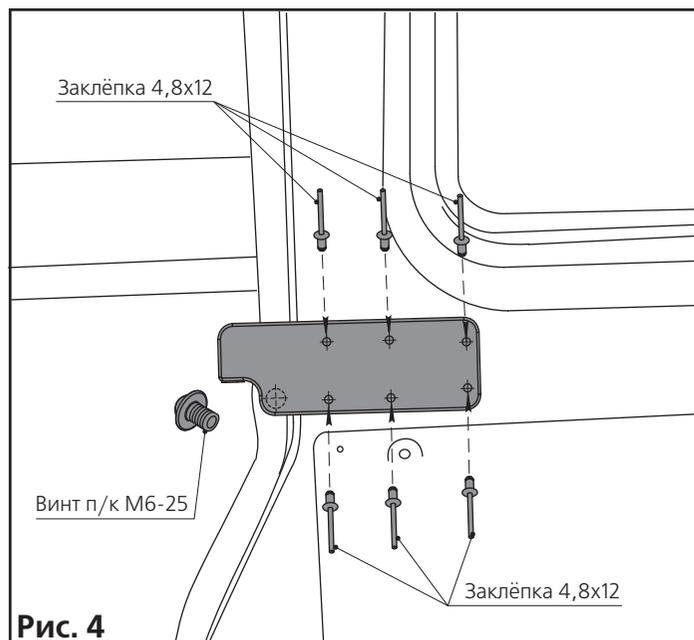

Рис. 4
Разместите контроллер в нише боковины сдвижной двери и закрепите его двумя саморезами 4,6x16 из метизного пакета как показано на рис. 4.
Для крепления клемм проводов массы «-», идущих от жгута проводов основного выполнить отверстие $\varnothing 6,5$ мм на любом месте внутренней стенки кузова, рядом с контроллером, как показано на рис. 4. Вокруг отверстия полностью удалите краску до металла для обеспечения надёжного контакта, как показано на рис. 5. При помощи болта М6x14, шайбы зубчатой и гайки М6 из метизного пакета, закрепите клеммы проводов массы «-», как показано на рис. 6. После затяжки болта М6 на поверхность с повреждённым лакокрасочным покрытием нанести антикоррозийную защиту.
Прикрепите опору сначала только винтом п/к М6-8, потом заклёпками 4,8x12 из метизного пакета (рис. 4).
3.5.4. Поставьте обратно на место блок предохранителей, закрепив штатными винтами. К свободной клемме в передней стороне блока предохранителей напротив клеммы, где установлена колодка красного провода жгута основного, поставьте предохранитель 30А (рис. 4).
3.5.4. Клемму красного провода жгута основного подсоедините к жгуту предохранителя к свободной клемме (рис. 4).